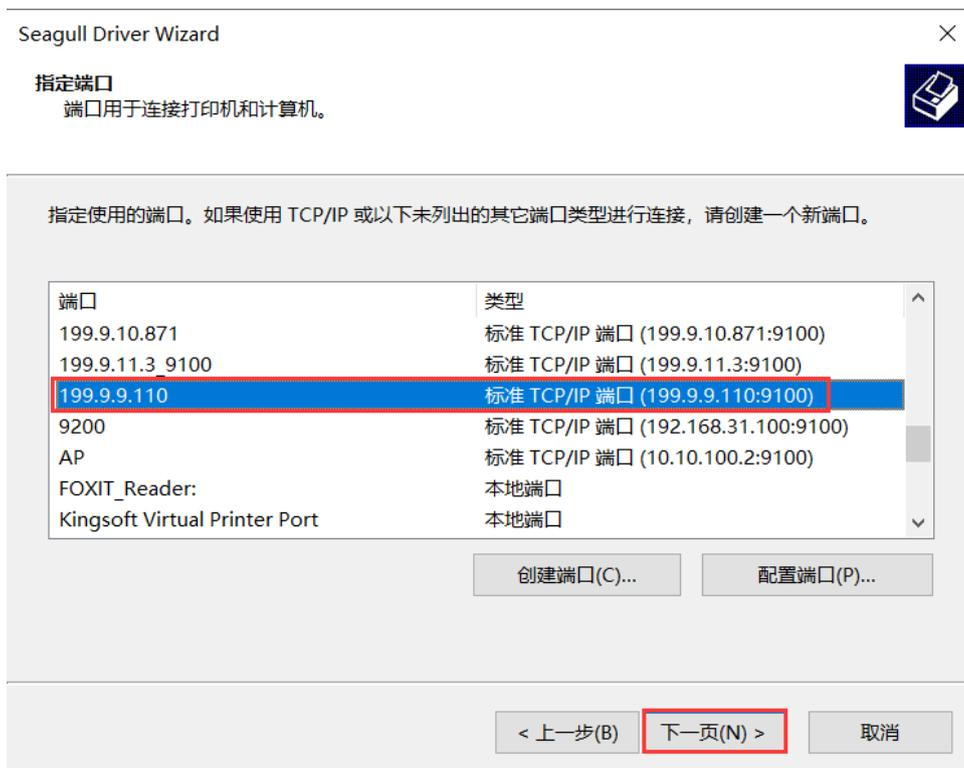

图 2-52 指定端口界面
9. 打印机端口添加完成后，返回“指定端口”界面，选择已添加成功的端口，点击“下一页”，如图 2-52 所示；